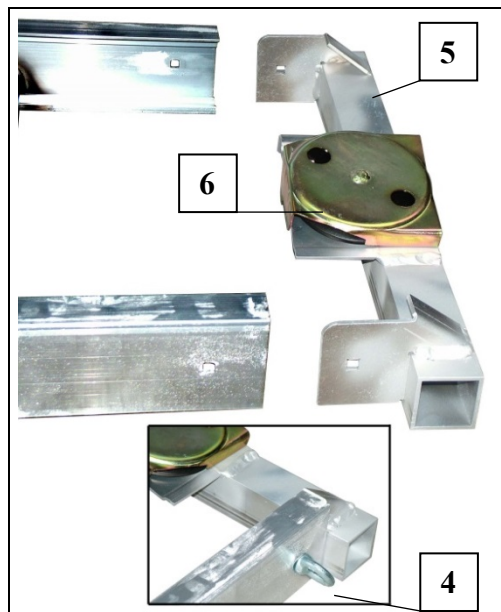

Fig. 20 Montarea elementului de capăt
- La capătul segmentului de scară se atașează elementul de capăt (5) și se înșurubează. - rola de ghidare a cablului indică în sus (vezi Fig. 20).